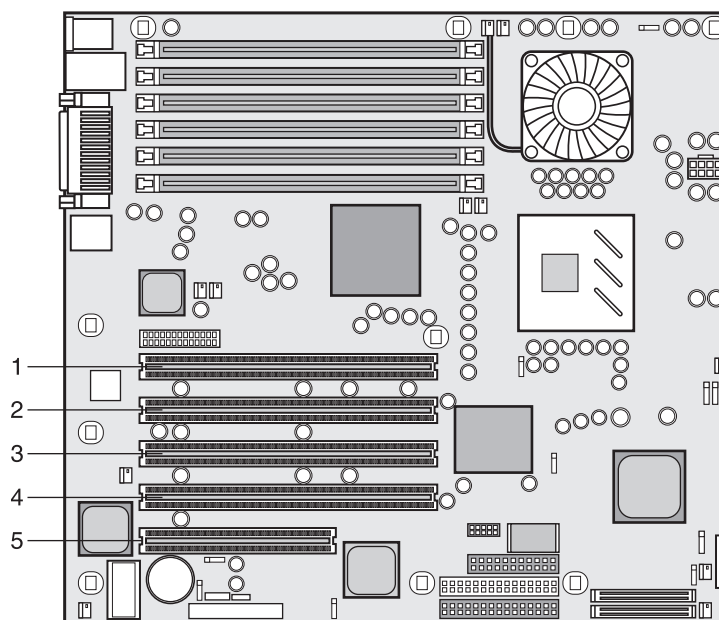

Figura 2-21. Slot delle schede
7. Identificare il numero di slot da utilizzare. Fare riferimento alla figura 2-21 (le schede RAID ZCR devono essere inserite nello slot PCI 2, di colore verde).